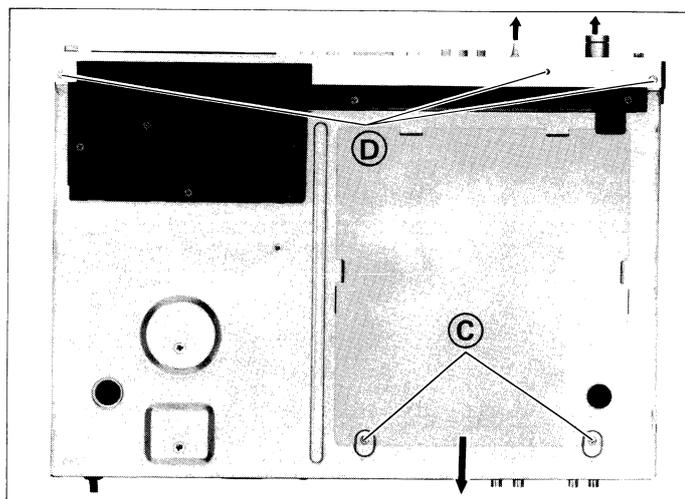

Abbildung 4-2
1. Das Gerät umdrehen, die beiden Schrauben (C) vom Bodendeckel entfernen, dann den Bodendeckel zum Entfernen zurückschieben. (Siehe Abb. 4-2.)
3. Die drei Schrauben (D) von der Frontplatte entfernen. (Siehe Abb. 4-2.)